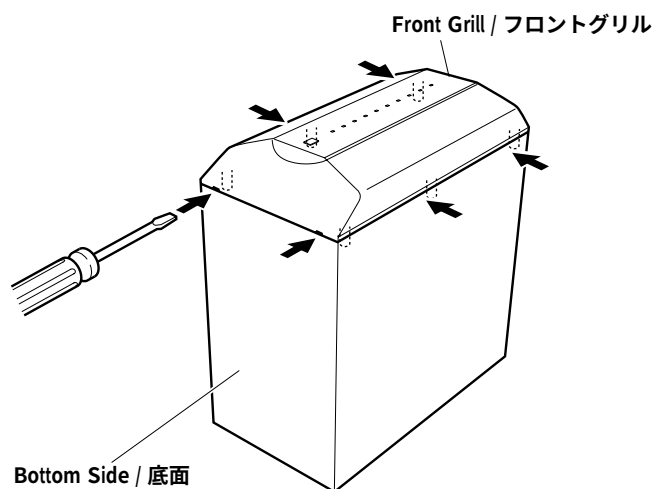

Fig. 1
- 底側からマイナスドライバー等を差し込み、フロントグリルを押し上げます。(Fig. 1)